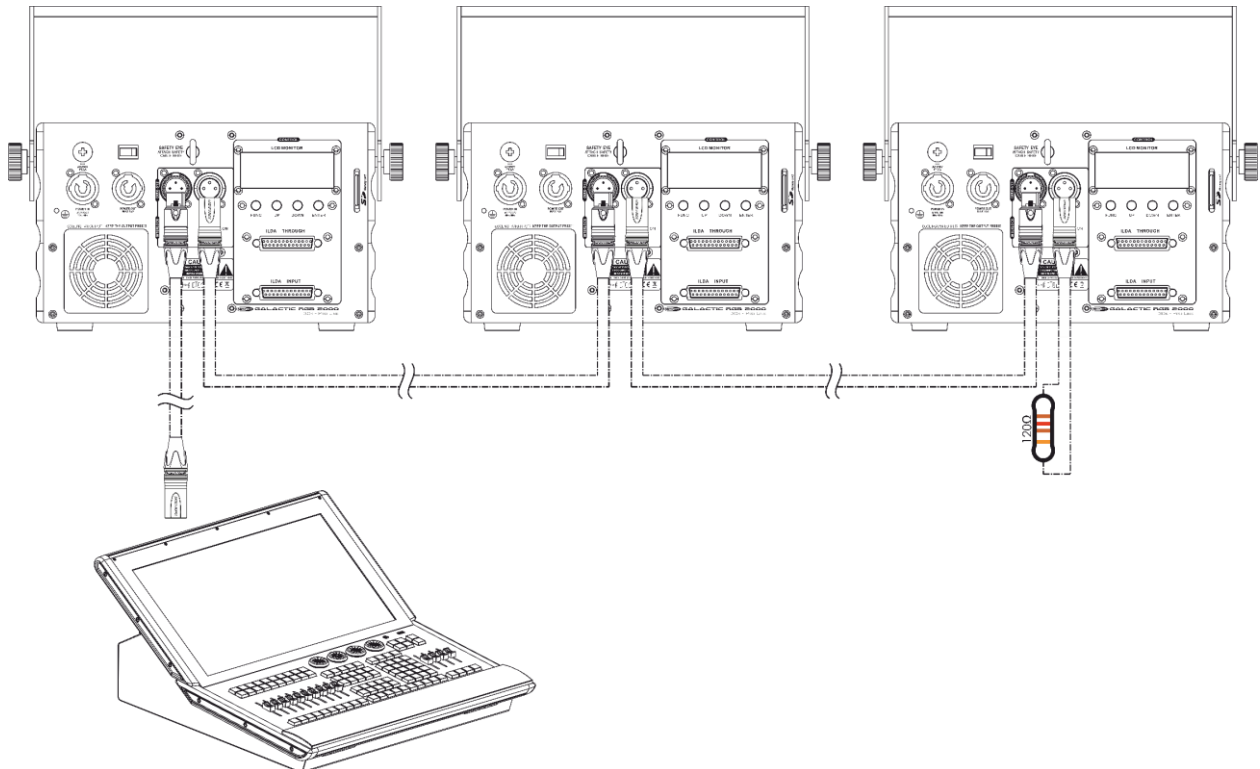

Abb. 13
- 03) Verbinden Sie die gewünschte Anzahl an Geräten auf diese Weise in Reihenschaltung hintereinander wie in Abb. 13 gezeigt.
- 04) Stecken Sie die mitgelieferte SD-Karte in den **Steckplatz (13)** jedes verbundenen Geräts.